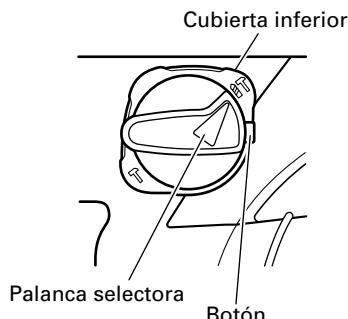

Fig. 7
- (1) Cambio a "rotación + martilleo"
- (b) Alinee la marca **▲** de la palanca selectora y **T** del sujetador de palanca, tal como se muestra en la Fig. 7.